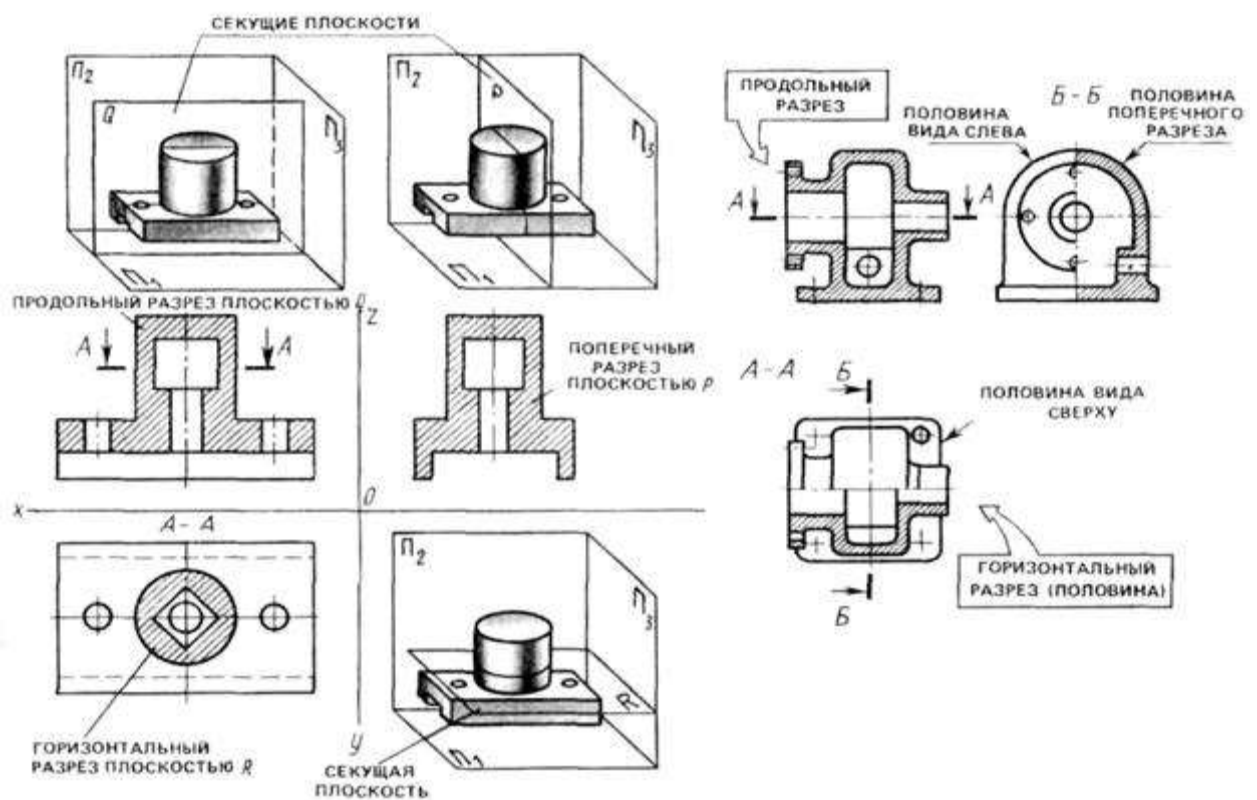

Рисунок 8. Горизонтальные и вертикальные разрезы
- горизонтальные — секущая плоскость параллельна горизонтальной плоскости (рис. 8). В строительных чертежах горизонтальный разрез может именоваться «план»;
- вертикальные — секущая плоскость параллельна фронтальной плоскости (фронтальный или продольный разрез), секущая плоскость параллельна профильной плоскости (профильный или поперечный разрез) — рис. 8);
Если изображение объекта является симметричной фигурой, то выполняют сочетания половины вида и половины разреза. Границей между ними будет ось симметрии фигуры (рис. 8). Такой разрез называют половинчатым. Эти разрезы не обозначаются, когда они выполнены на одном листе формата в непосредственной проекционной связи с основными изображениями. На изображениях половинчатых разрезов линии невидимого контура на неразрезанной части изображения не выполняются, если они вскрыты разрезом (рис. 8).